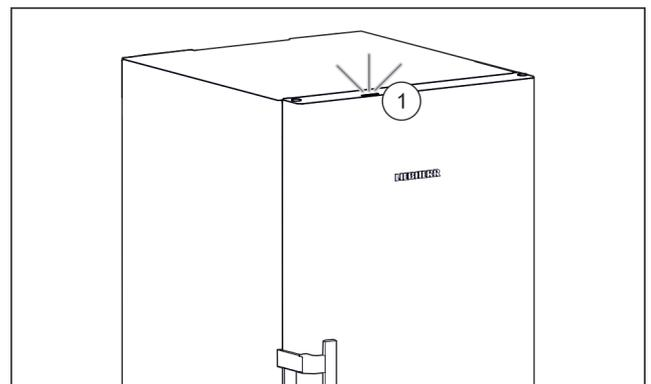

Fig. 4
Wenn Sie das Gerät in Betrieb nehmen, dann ist das Statuslicht Fig. 4 (1) werkseitig deaktiviert.*